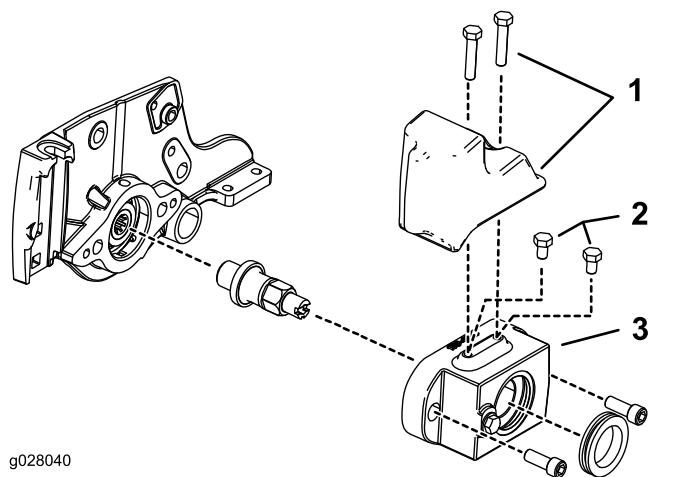

Рисунок 5
- **Для гидравлического привода барабана:** установите два болта (5/16 x 1/2 дюйма) на верхнюю часть корпуса щетки катка, как показано на Рисунок 5
- **Для электропривода барабана:** закажите и установите один груз (№ по каталогу 127-4259-03) и два болта (№ по каталогу 322-7), как показано на Рисунок 5.